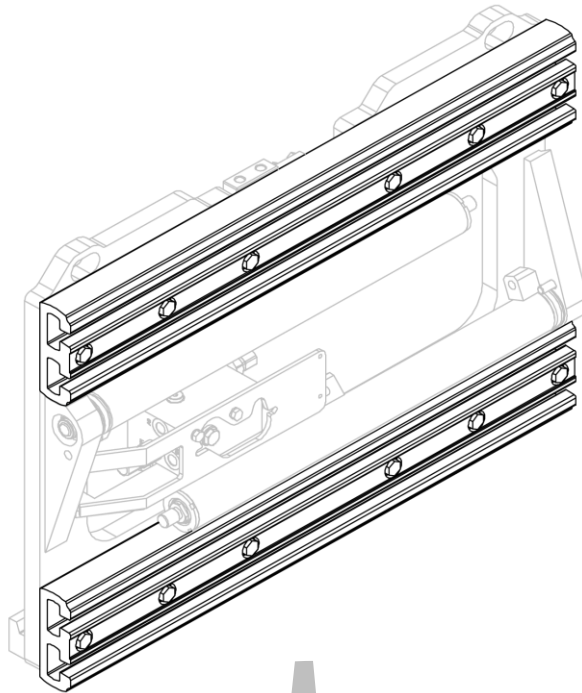
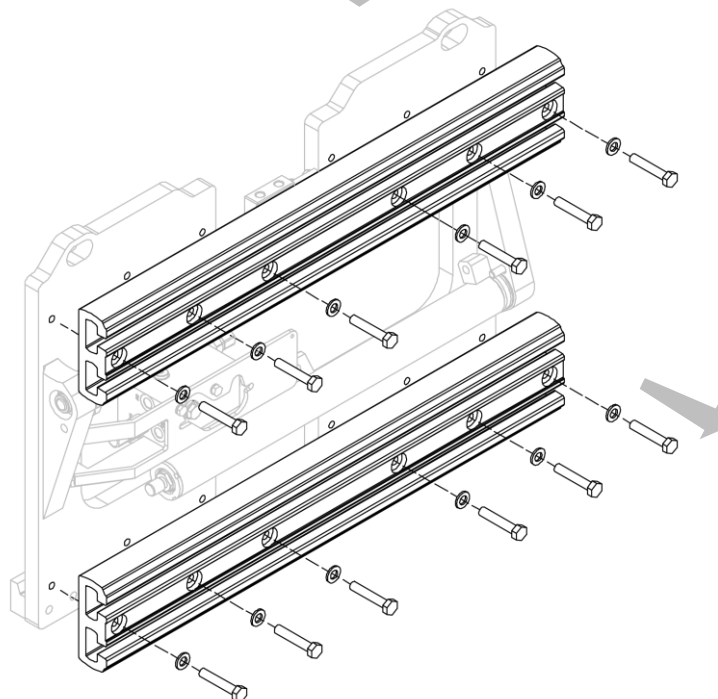

Figura 32
Figura 33
2. Retire los perfiles de aluminio, uno a la vez, después de desatornillar los tornillos correspondientes (mira *Figura 32* y *Figura 33*).